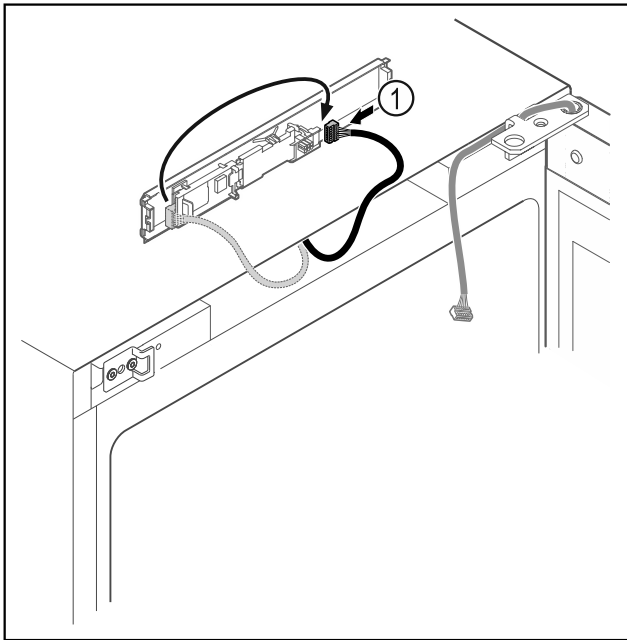

Fig. 18
- Enchufar el conector Fig. 18 (1) en otra posición en la platina.